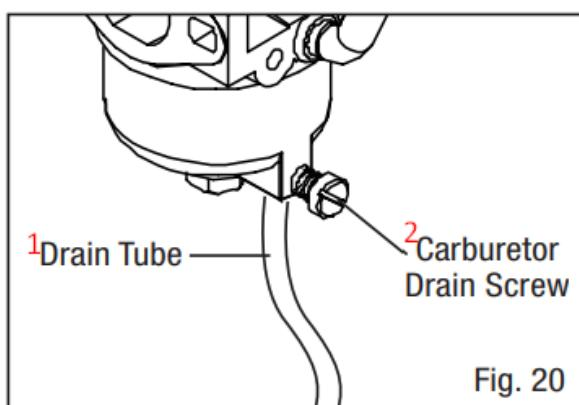

Fig. 20
4. До карбюратора можна дістатися між двигуном і повітряним фільтром. Знайдіть прозору трубку від карбюратора (рис. 20), яка проходить через опорну пластину генератора.
6. Відкрутіть гвинт зливного отвору карбюратора (рис. 20) за допомогою викрутки з плоским шліцом і злийте весь бензин, що накопичився всередині карбюратора, через зливну трубку в контейнер для зберігання бензину.